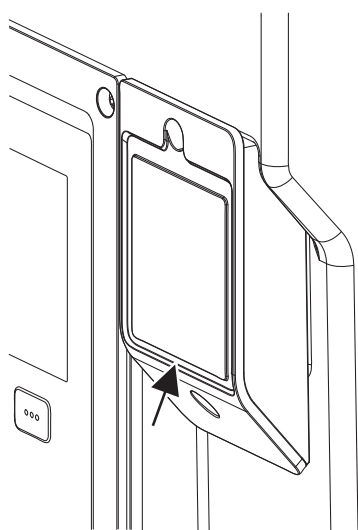

Fig. 28: Капак за модул Wilo-Smart Connect Modul BT
1. Развийте винта на капака на модула Wilo-Smart Connect (Fig. 28) и отворете капака.
Въз основа на конструкцията модулет Wilo-Smart Connect Modul BT може да се поставя само в една посока. Друго фиксиране на модула не е възможно. Капакът на модула на Wilo-Smart Connect (Fig. 28) върху горната част на електронния модул придържа модула в интерфейса.